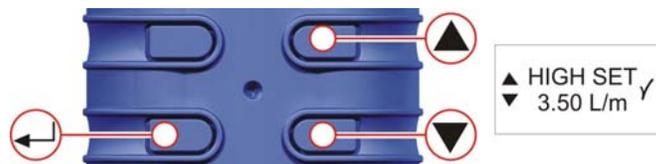

Figure 25 Tela de Ajuste Superior
K. REGULAGEM DO PONTO DE AJUSTE SUPERIOR (Fig. 25)